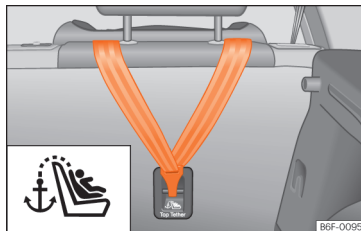

Abb. 29 Rückseite der Rücksitzbank: Halteösen für den Top Tether-Gurt.
- Befestigungsgurt durchziehen und ordnungsgemäß an der Verankerung an der Rückseite der Rückenlehne befestigen » **Abb. 29**.